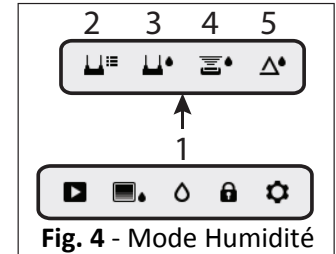

Fig. 4 - Mode Humidité
Appuyez sur le bouton de sélection pour accéder au menu principal et sélectionner l'icône du mode HUMIDITÉ (1). Reportez-vous à la Fig. 4.